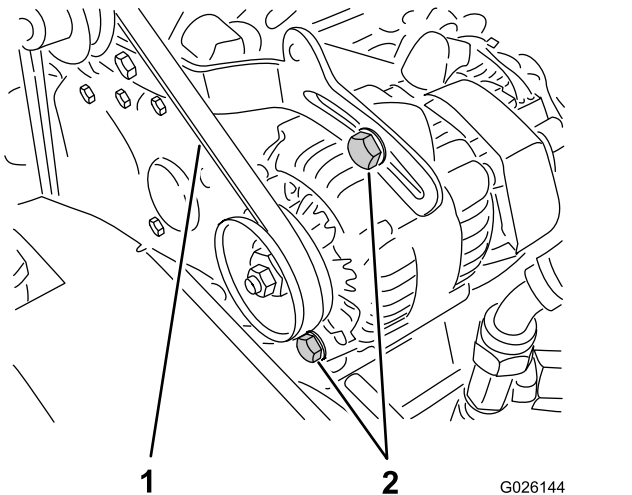

Figura 68
2. Controllate la tensione premendo la cinghia al centro tra le pulegge dell'alternatore e dell'albero motore con una forza di 10 kg (Figura 68).
- A. Allentate i 2 bulloni di fissaggio dell'alternatore (Figura 68).
- B. Con un piede di porco, ruotate l'alternatore fino a ottenere una tensione della cinghia appropriata, poi serrate i bulloni di fissaggio (Figura 68).